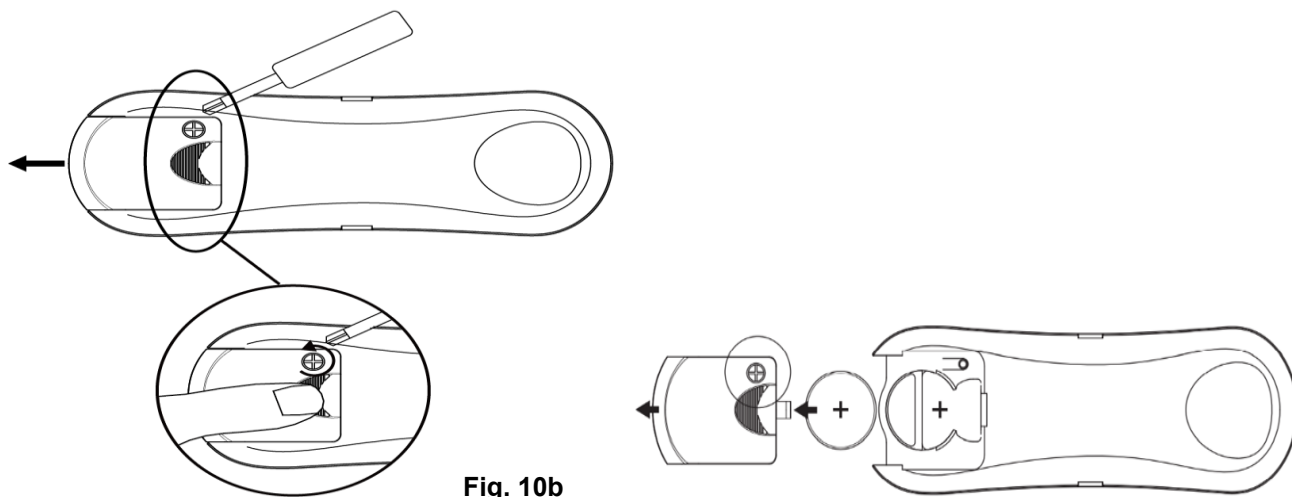

Fig. 10b
2. Per accedere alla batteria, far scorrere il coperchio del vano batteria sul retro del telecomando, per rimuoverlo (Fig. 10b).